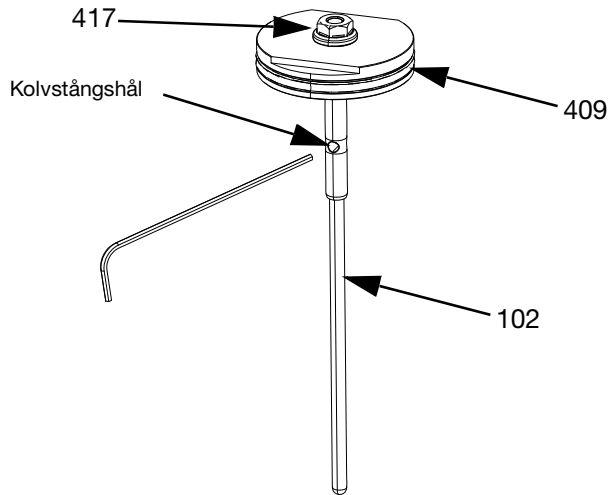

FIG. 20
- b. Sätt upp de plana ytorna på kolven (409) i ett skruvstycke med kolvstången vänd uppåt. Skruva av kolvstången (410) från kolven (409).
- c. Kontrollera om kolven (409) och kolvstången (410) har skador. Byt ut vid behov.
7. Ventiler med spets-sätemunstycken (FIG. 20):
- a. Sätt en insexnyckel genom hålet i spetsen (102) och skruva av muttern (417) med en 7 mm hylsa eller nyckel.
- b. Sätt upp de plana ytorna på kolven (409) i ett skruvstycke med kolvstången vänd uppåt. Skruva av spetsen (102) från kolven (409).
- c. Kontrollera om kolven (409) och spetsen (102) har skador. Byt ut vid behov.